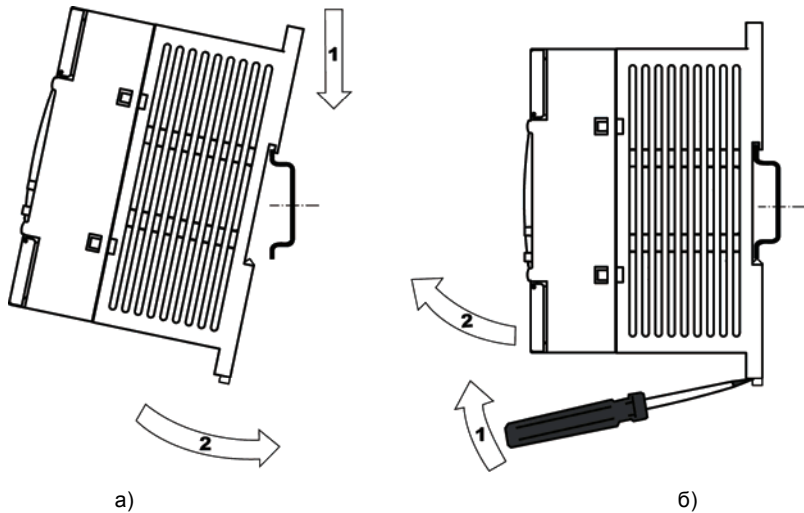

Рисунок 6.1 – Монтаж контроллера с креплением на DIN-рейку
- для съема контроллера с DIN-рейки в проушины защелок вставляются острия отверток (см. рисунок 6.1 б)), и защелки одновременно отжимаются по стрелке 1, после чего контроллер отводится от DIN-рейки по стрелке 2.